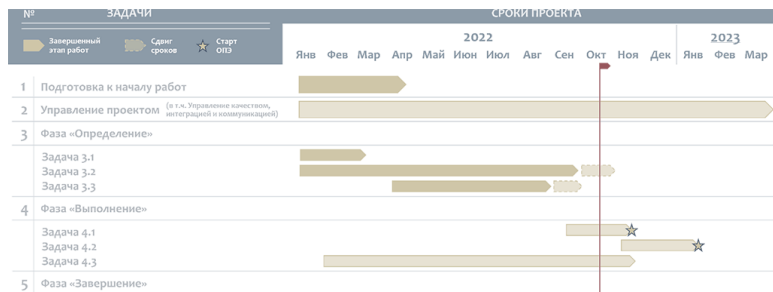

Рисунок 11 – Статус проекта – иллюстрация слайда 1: «Дорожная карта»
1. Дорожная карта по проекту (см. Рисунок 11).